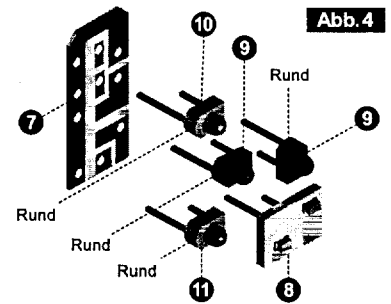

Abb. 4
Die LEDs gemäß Abb. 4 von vorne auf die braune Seite der Platine (7) einsetzen. Auf die Lage der abgerundeten Seite der LEDs achten!